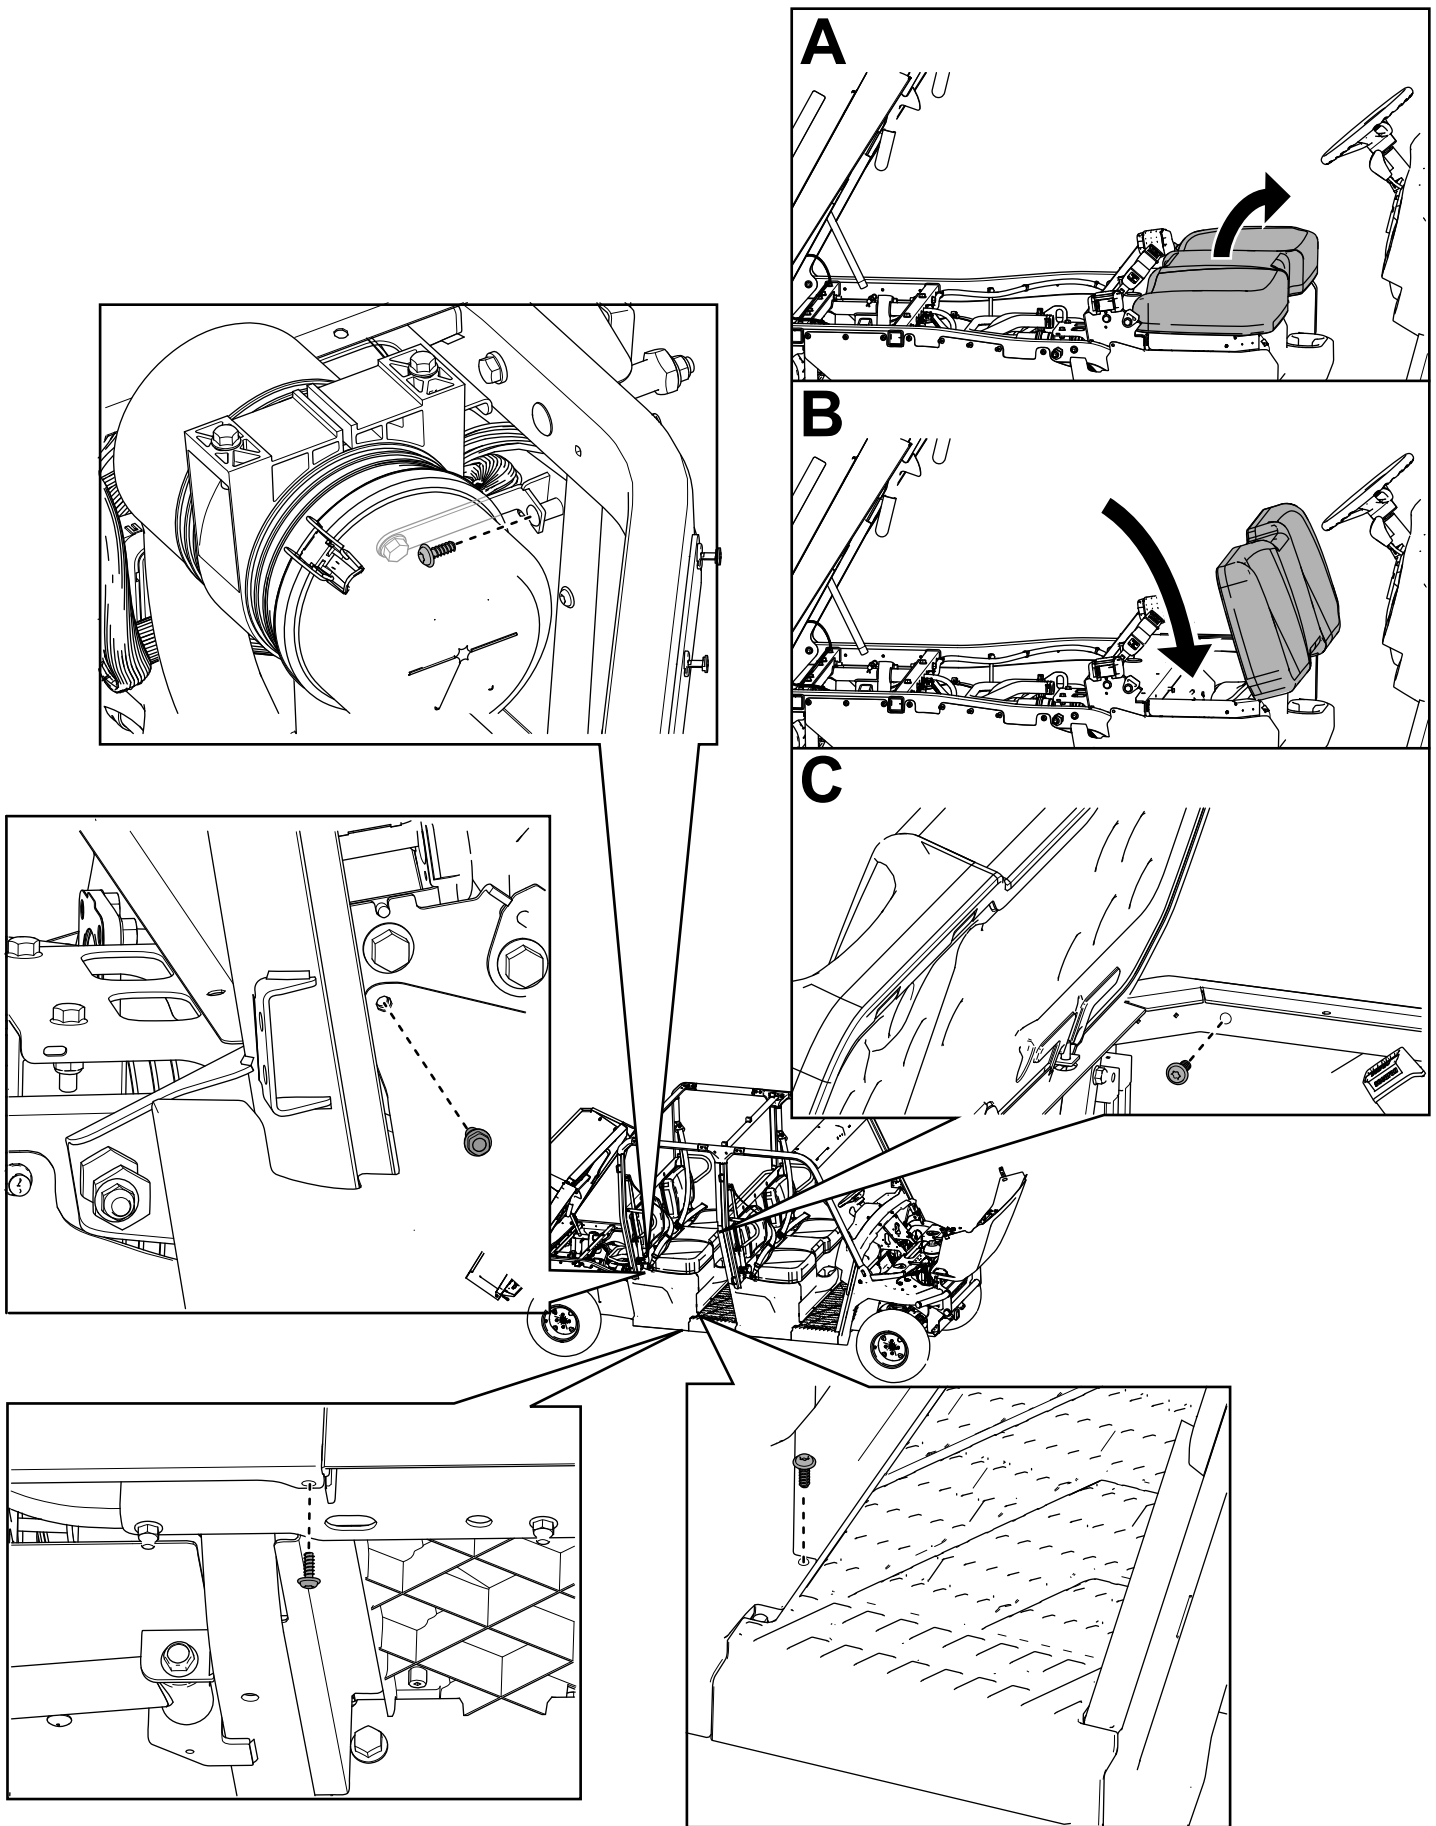

Figure 72
32. Fixez les 2 panneaux droits et les 2 panneaux gauches de base du siège à l'aide des boulons à tête hexagonale à embase ( $\frac{1}{4} \times \frac{3}{4}$  po) retirés précédemment, comme montré à la Figure 72.